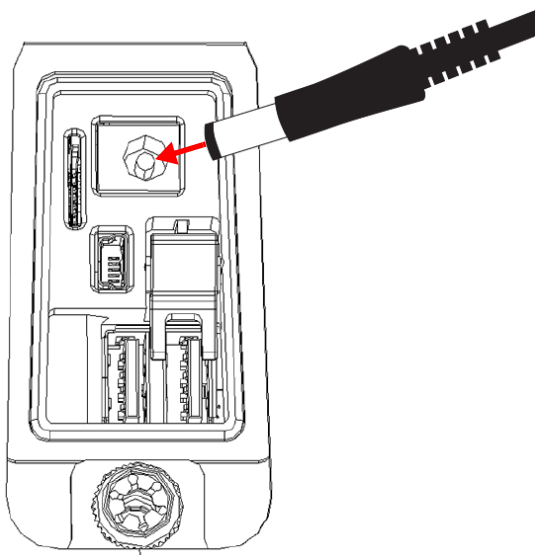

Рис. 3-5 Подключение к разъему питания DC
3. Подключите разъем питания DC адаптера переменного тока к сетевому разъему DC прибора Vanta (см. Рис. 3-5 на стр. 54).